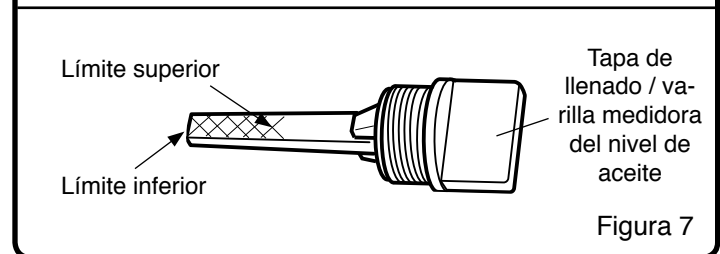

Figura 7
4. Al alcanzarse el nivel lleno de aceite, el aceite llegará al límite superior de la varilla medidora. Si el nivel de aceite está cerca del límite inferior o por debajo del mismo, se ha de agregar aceite. (Véase la figura 7)